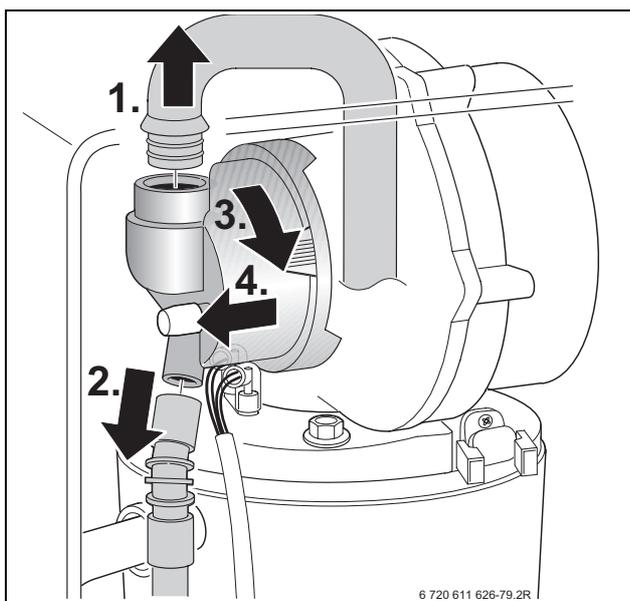
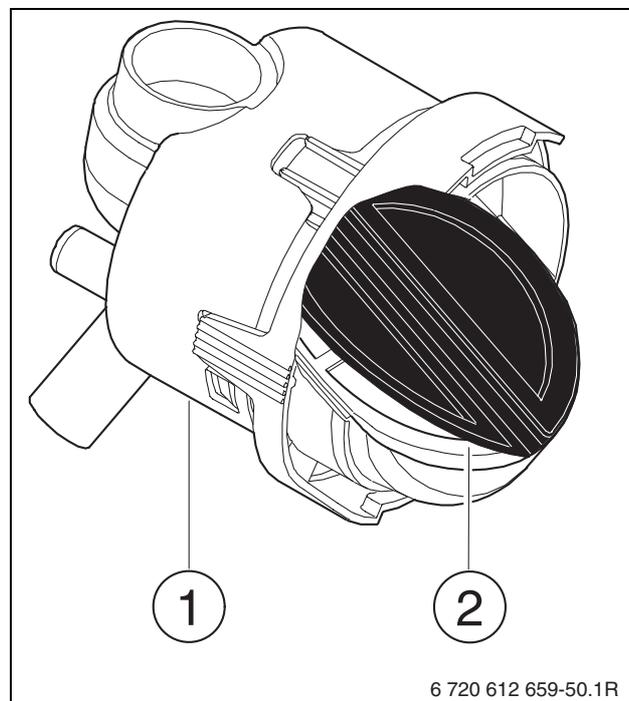

Fig. 48
Fig. 56
- ▶ Démontez le tube d'admission d'air et retirez le tuyau à gaz du dispositif de mélange, → figure 48.
- ▶ Démontez le mélangeur (fig. 56, [1]) comme indiqué sur la figure 48, pag. 47.